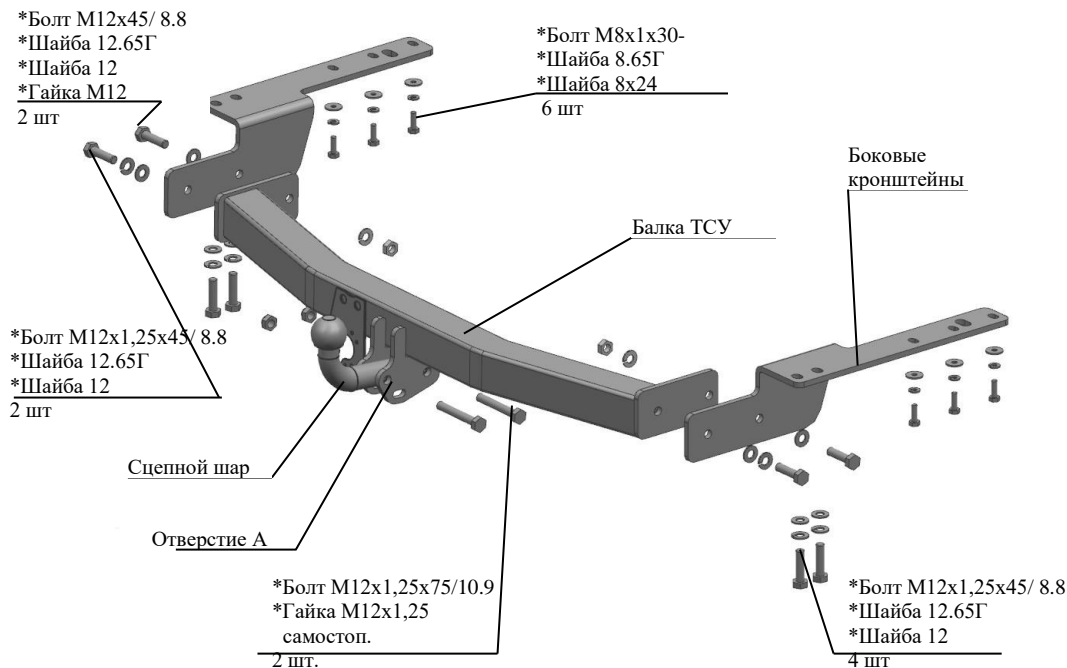

Рис.1 Тягово-сцепное устройство 7810.
2.1 ТСУ 7810 в сборе (рис.1)	1 шт.
2.2 Пакет с комплектующими (см. рис.1)	1 шт.
4.6 Закрепить сцепной шар и кронштейн крепления розетки к кронштейнам шара болтами М12х1,25х75 (класс прочности 10.9) и гайками М12х1,25 самостоп (класс прочности 10), предварительно кронштейн крепления розетки скрепить с уголком болтом М10х20 и гайкой М10 самостоп – на рис.1 условно не показано.